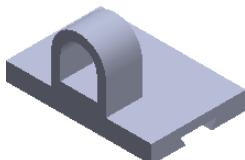

图 5.2.17 等轴测视图
- (等轴测视图): 单击此按钮, 可将模型视图旋转到等轴测三维视图模式, 如图 5.2.17 所示。